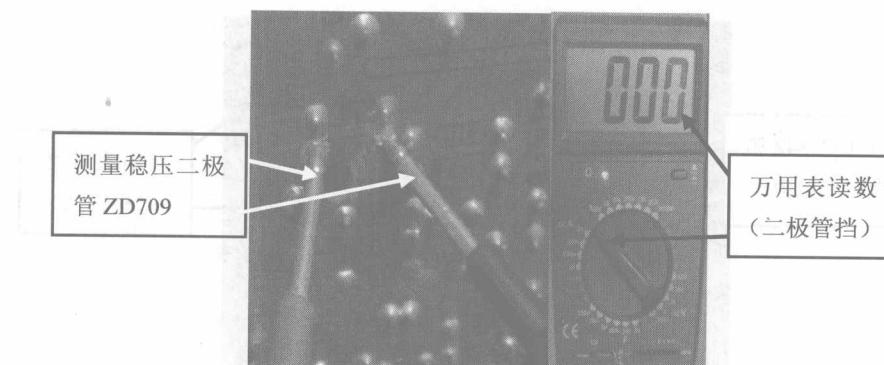

图 1-13
- ⑧ 再次用万用表的二极管挡检测开关管电源控制芯片 UC3842 第 6 脚的外围电路，检测外围的稳压二极管 ZD709，测得其数值为 0，说明二极管 ZD709 内部击穿短路，如图 1-13 所示。